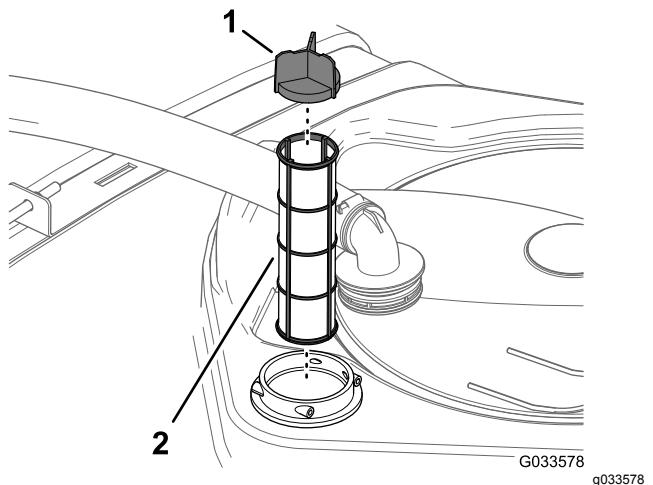

Figure 102
4. Retirez l'ancien filtre d'aspiration de son logement dans la cuve (Figure 102).